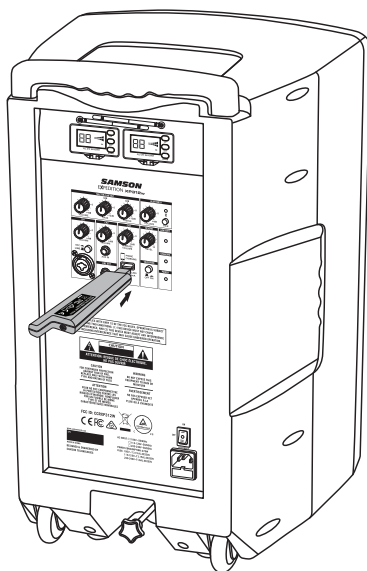

Figura 1
1. Inserire il ricevitore USB RXD2 direttamente in una delle prese USB sul pannello posteriore dell'XP312w (figura 1) o usando il cavo di prolunga USB incluso (figura 2).